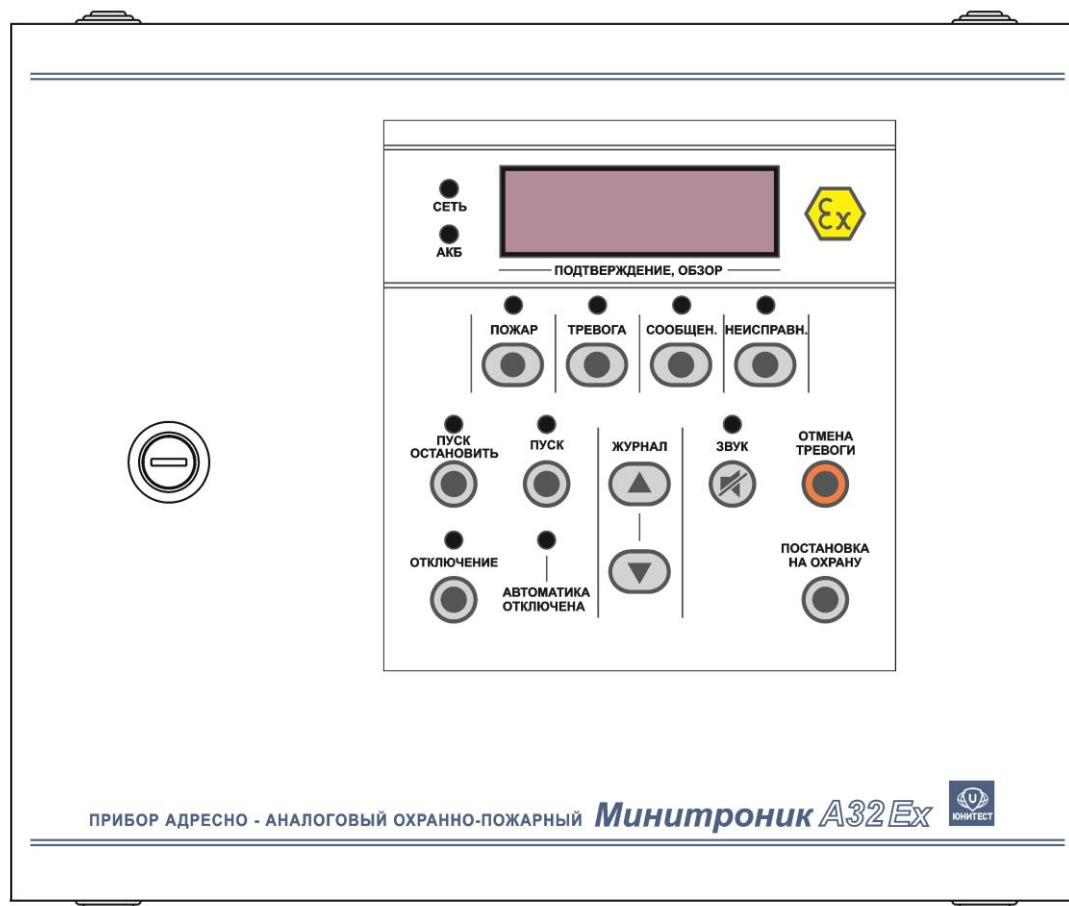

Рис.1. Органы управления и индикации АПКП «Минитроник А32.Ех».
1.13. Органы управления и индикации АПКП показаны на рис.1.